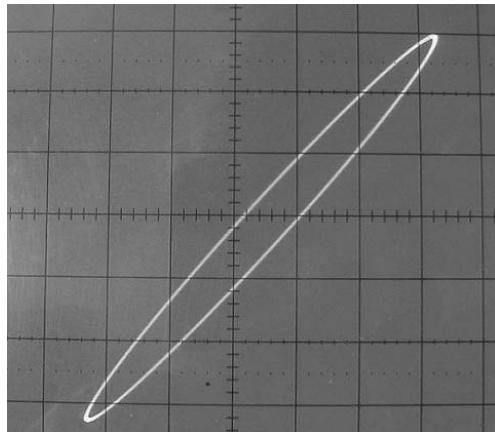

Рис. 5.24. Фигура Лиссажу при подаче на входы X и Y одинакового синусоидального сигнала с частотой 20 Гц с разной фазой
Теперь переведем усилитель CH1 (Y) в режим закрытого входа. Это означает, что входной сигнал теперь подается через разделительную RC-цепь. Такая цепь на низкой частоте в 20 Гц вносит заметный фазовый сдвиг. В результате прямая линия на экране осциллографа превращается в эллипс (рис. 5.24) — это фигура Лиссажу для случая подачи на входы осциллографа двух сигналов с одинаковой частотой, но разной фазой.